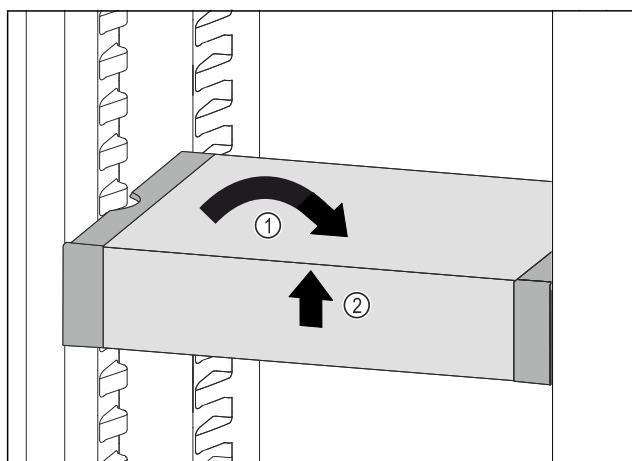

Fig. 84
- Placer VarioSafe lige. Fig. 84 (1)
- Løft VarioSafe op foran. Fig. 84 (2)